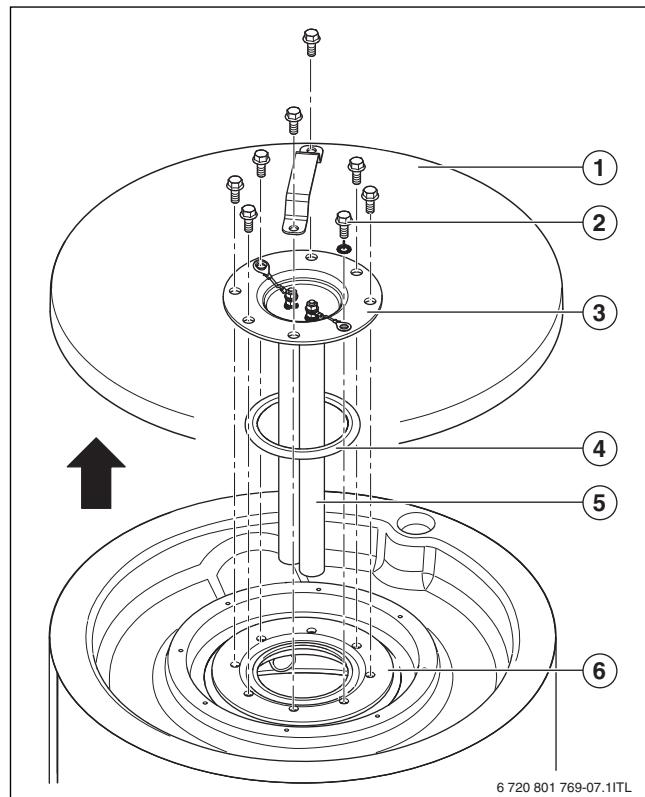
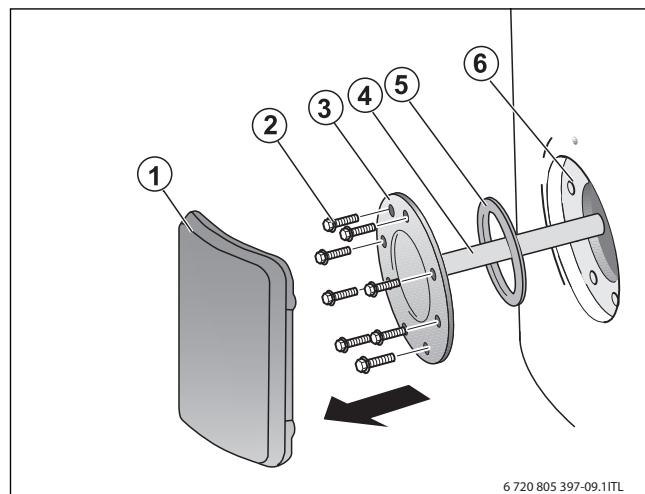

Fig. 17 Démonter le couvercle de la trappe de visite SU54/5
Fig. 18 Démonter le couvercle de la trappe de visite SU80/5, SU100/5
- ▶ Retirer le recouvrement de l'habillage PS (SU54/5) (→ fig. 17, page 51, [1]) ou le couvercle de la trappe de visite (SU80/5, SU100/5) (→ fig. 18, page 51, [1]) du ballon d'eau chaude sanitaire.
- Démonter la trappe de visite (→ fig. 17, page 51) si ce n'est pas encore le cas.